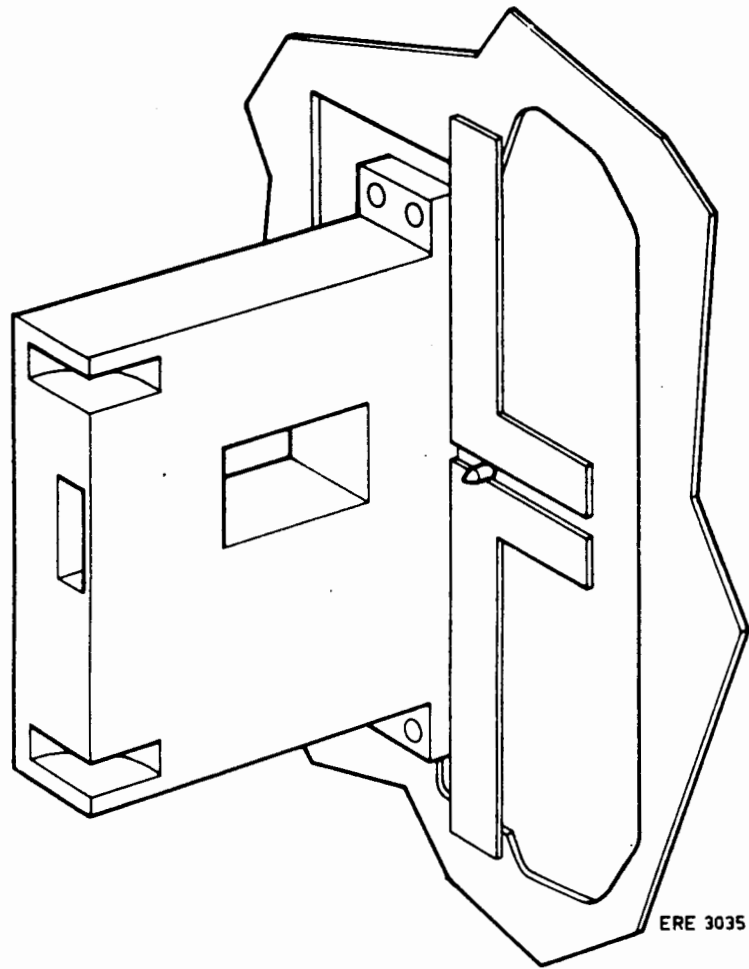

Bild 4
- . Répéter ce qui précède selon fig. 4 et apporter un fin trait-repère en haut et en bas.